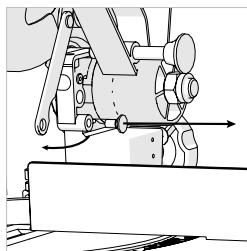

Рис. 24
- Открутите осевой винт и снимите рычаг управления нижним защитным кожухом (**рис. 24**). Сохраните винт для последующего использования.